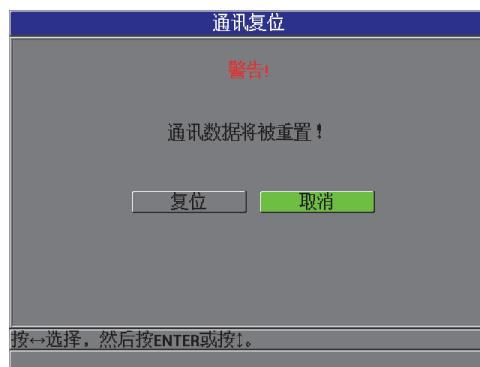

图 8-9 通讯复位屏幕 — 警告信息
2. 在复位子菜单中，选择通讯，显示通讯复位屏幕（参见第 139 页的图 8-9）。